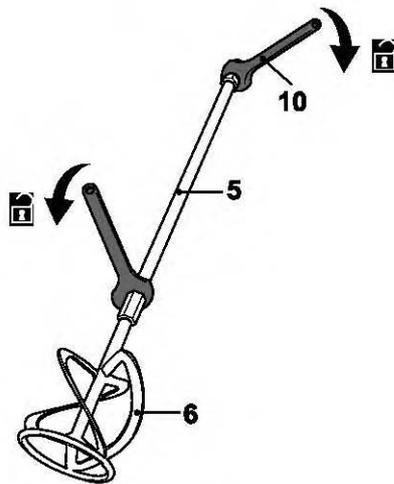

Fig. 7
- > Bloquer l'écrou soudé de l'arbre [5] à l'aide d'une clé de montage [10] et desserrer l'agitateur [6] en sens inverse des aiguilles d'une montre à l'aide d'une autre clé de montage [10] tout en maintenant l'écrou soudé (Fig. 7).